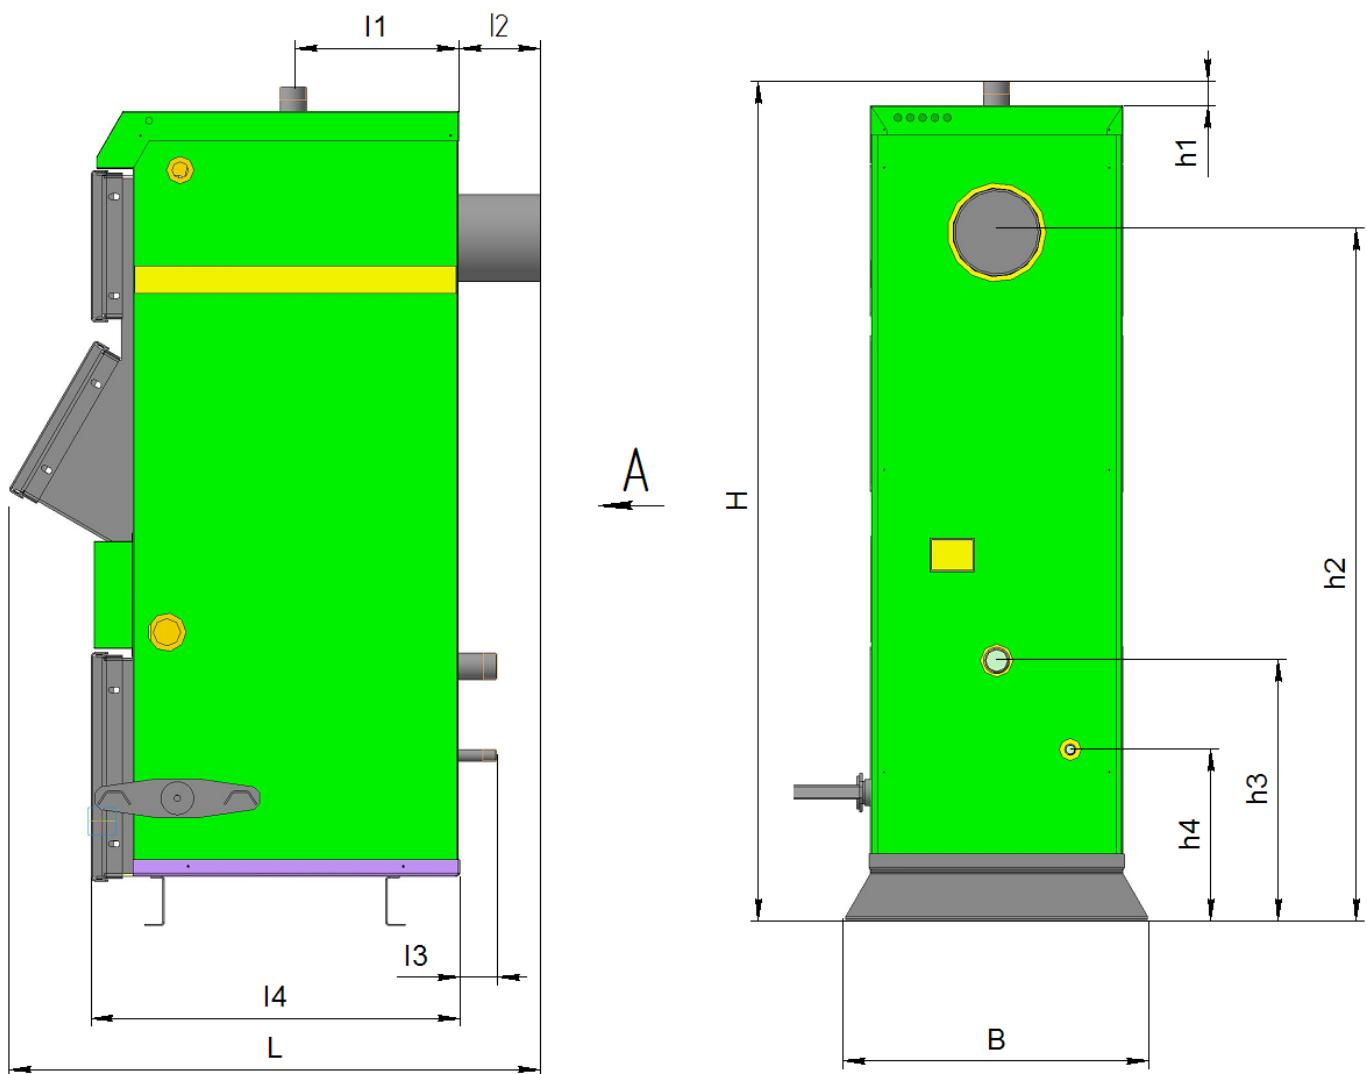

Рисунок 1 - Габаритные и присоединительные размеры Котлов моделей LC12-32
Габаритные и присоединительные размеры Котла (см. рис.1), мм:
Котел (рис.1) представляет собой стальной сварной теплоизолированный каркас, обшитый снаружи съемной декоративной облицовкой, все вместе образующие собой корпус, и устанавливаемый на собственных опорах (16). Внутреннее пространство имеет сложную конфигурацию, включает в своем составе трубчатый теплообменник (14), предназначенный для циркулирования теплоносителя (воды), листовые детали, образующие вместе со стенками каркаса камеру сжигания, воздухоподводящие каналы (на рисунке не показаны), систему дымоудаления из Котла (9). Внутри каркаса в нижней части расположены устройства: колосниковая решетка для размещения топлива (15), зольный ящик (5) для сбора и удаления золы, а также механизм очистки колосников от сажи (6). В нерабочем состоянии механизм (6) располагается в зольном ящике (5). Колосниковая решетка выполнена из труб гидравлического контура Котла и является неотъемлемой частью теплообменника (15). Снаружи Котел имеет дверцы для обслуживания Котла (11,12,13), патрубки для подсоединения к трубопроводам водяного контура системы отопления (1,2), патрубок для опорожнения теплообменника (3), штуцер для установки тягогрегулятора (17), штуцер для установки термодатчика (19), а также педаль (7) для управления механизмом очистки колосников от сажи (6). По желанию заказчика педаль (7) может быть заменена на рычаг (на рисунке не показан).